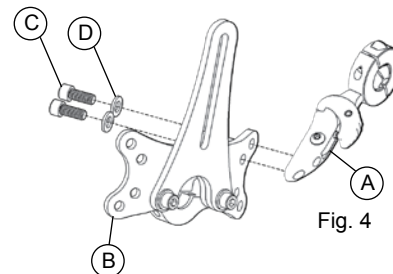

Fig. 4
4. Voir Fig. 4. Fixez le support latéral escamotable (Fig. 4, A) à l'ensemble de plateau d'interface latérale / antérieure (Fig. 4, B) en utilisant les boulons (Fig. 4, C) et les rondelles (Fig. 4, D). Resserrez bien. Le support latéral escamotable peut être monté soit à gauche soit à droite ou utilisé en configurations unilatérale ou bilatérale.